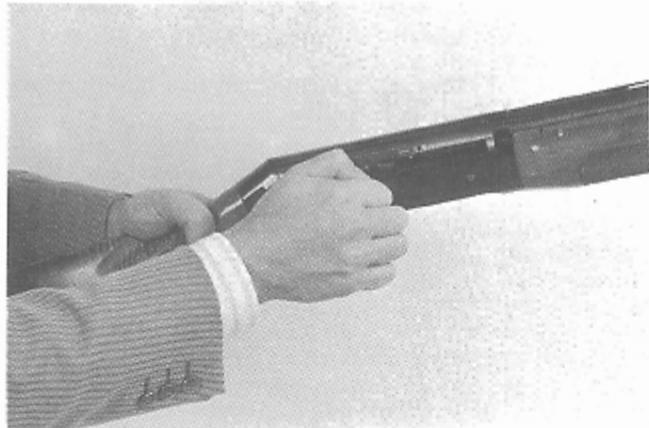

Fig. 15
- Assicurarsi che l'arma sia scarica aprendo a mano l'otturatore tramite la manetta di armamento (fig. 15) e riportandolo poi in posizione di chiusura tramite l'apposito bottone comando elevatore (fig. 12); con questi movimenti si provvede anche ad armare il cane, operazione indispensabile per il caricamento.
- Make sure that the weapon is not loaded by opening the bolt with the bolt lever (fig. 15) and closing it again by pushing the carrier release (fig. 12). These movements also cock the hammer, a necessary step in loading the shotgun.
- S'assurer que l'arme est déchargée en ouvrant manuellement l'obturateur au moyen de la manette d'armement (fig. 15) et en le ramenant ensuite dans sa position de fermeture grâce au bouton de commande de l'élévateur (fig. 12), ces mouvements permettent également d'armer le chien, opération indispensable à son chargement.
- appoggiare il calcio sull'anca ed aprire manualmente l'otturatore tirando la manetta (fig. 15); la cartuccia in camera viene così estratta ed espulsa dall'arma;
- rest the butt of the stock on your hip and open the bolt by pulling back on the bolt lever (fig. 15). The round in the chamber will thus be ejected by the extractor;
- appuyer la crosse sur la hanche et ouvrir l'obturateur à la main en tirant la manette (fig. 15); la cartouche qui se trouve dans la chambre est ainsi extraite et éjectée de l'arme;
- 1) Portare l'otturatore in posizione di apertura tirando la manetta (fig. 15); qualora l'otturatore non rimanga aperto, premere la leva discesa cartuccia nel senso indicato dalla freccia (fig. 4) e ripetere l'operazione.